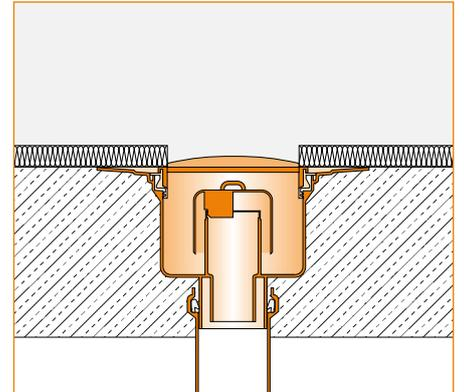

Fig. 2
2. Il est ensuite possible de poser, si nécessaire, l'isolation acoustique ou thermique (Fig. 2).